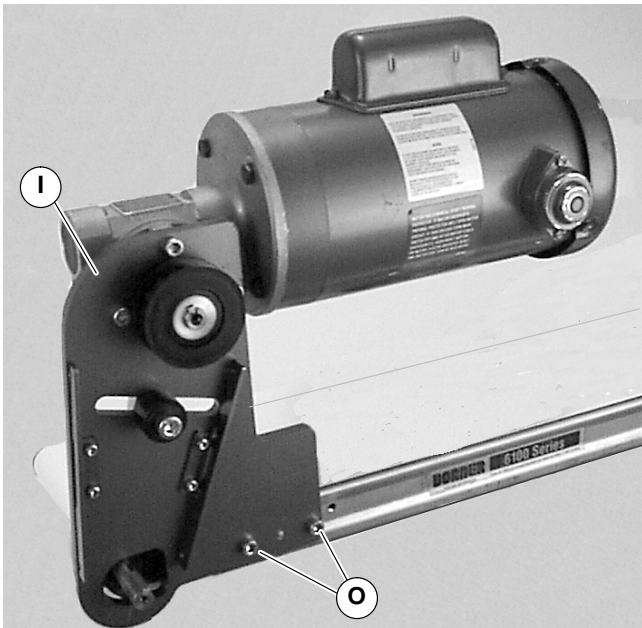

Abbildung 6
4. Installationsbaugruppe (I siehe Abbildung 6) mit Schrauben befestigen (O). Die Schrauben mit 9 Nm festziehen.